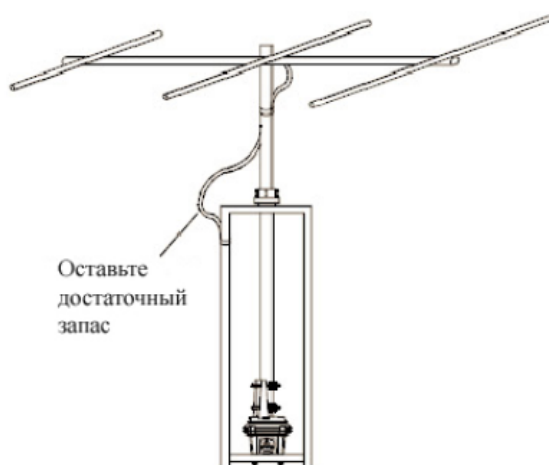

Рисунок 8
8. Оставьте достаточный запас коаксиального кабеля, чтобы антенна могла поворачиваться на все 450° диапазона вращения, при этом не натягивая коаксиальный кабель (см. Рисунок 8). Зафиксируйте коаксиальный кабель на опоре, используя для этого изоляционную ленту и / или кабельные бандажи, стойкие к ультрафиолетовому излучению.